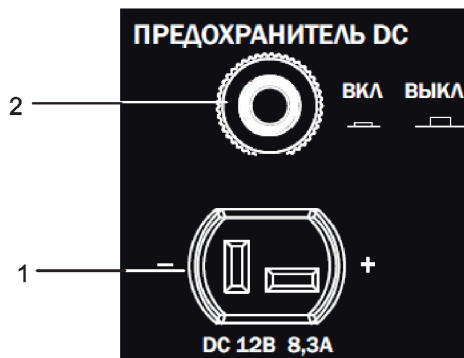

Рис. 15
Розетка постоянного тока 1 (Рис. 15) может использоваться только для зарядки автомобильных 12-вольтовых аккумуляторных батарей.
**Внимание!** Перегрузка сети постоянного тока приведет к срабатыванию автоматического предохранителя (2) (Рис. 15). Для возврата предохранителя в рабочее состояние подождите несколько минут, затем нажмите на кнопку предохранителя и продолжайте работать.